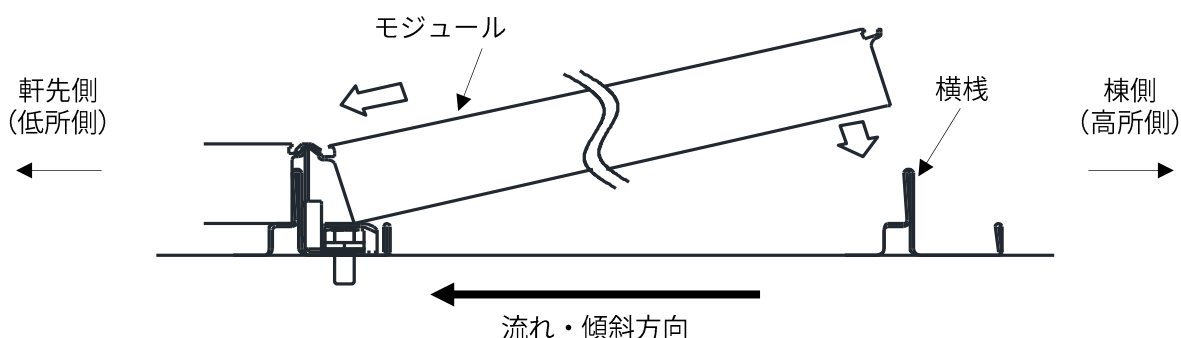
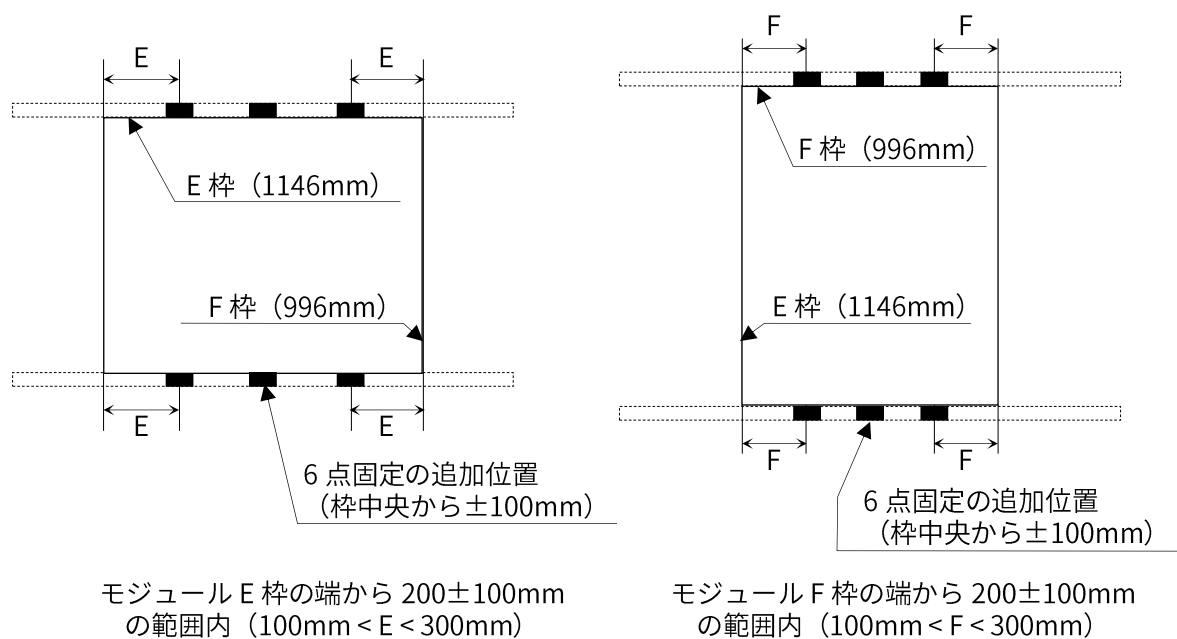

図 3-1. YS II 工法 モジュール固定図
図 3-4. 固定範囲
図 3-1 に示すように、モジュール枠側面にある L 字の引っ掛け部分（溝）を使って固定する方法です。弊社指定の専用固定金具を枠側面の溝に引っ掛け、その専用固定金具を M8 ボルトにて横桟へ固定します。また、軒先側については、軒先カバーを同様に固定します。4 点固定の場合は、専用固定金具の固定位置は図 3-4, 3-5 に示すように、固定する枠ごとに 2 ヶ所、モジュール全体で 4 ヶ所を固定し、モジュール端より E 枠の $200 \pm 100\text{mm}$ ・ F 枠の $200 \pm 100\text{mm}$ の範囲で固定してください。固定点を追加する場合は、図 3-4, 3-5 に示すように 6 ヶ所で固定することもできます。
④一番棟側で、モジュール押え金具にタッピングトラス M4×6 でアース接続してください（図 3-4 参照）。
太陽電池モジュール E 枠（図 3-4 参照）のアース用ネジ穴にアース線をタッピングトラス M4×6 で取付けてください。